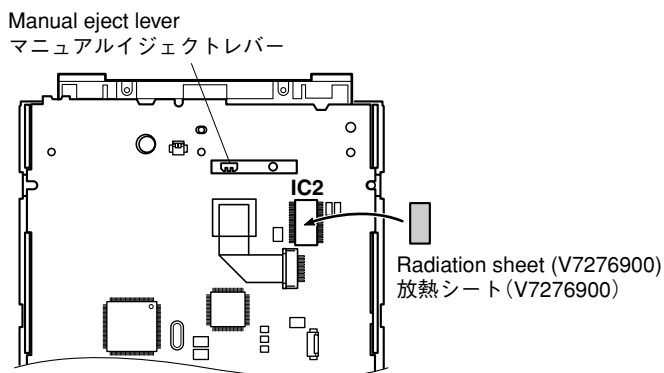

Fig. 7
- To open the tray, move the manual eject lever located on the bottom face. (Fig. 7)
- トレイを開ける場合は、底面のマニュアルイジェクトレバーを右へ動かして開きます。(Fig. 7)
- Attach the radiation sheet to the IC2 located on the bottom face of the new CDR mechanical unit. (Fig. 7)
- 新しいCDRメカユニットの底面にあるIC2に、放熱シートを貼り付けます。(Fig. 7)